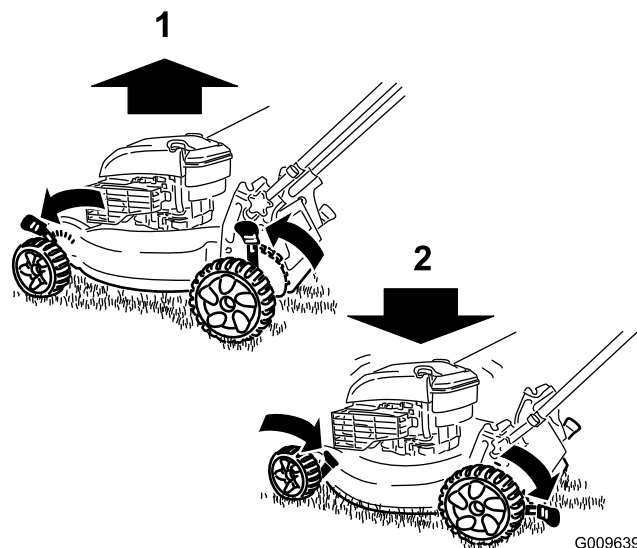

Figure 8
**Remarque:** Pour élever le tablier de coupe, déplacez tous les leviers de hauteur de coupe en avant ; ramenez les leviers en arrière pour abaisser le tablier arrière (Figure 8).